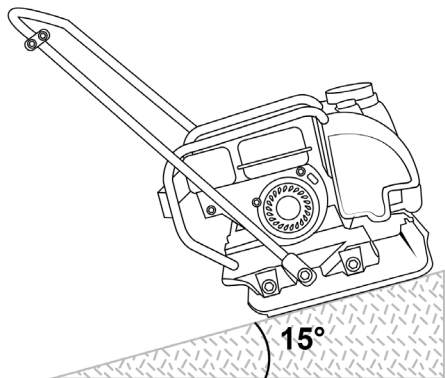

Рис. 15 Максимальный угол наклона виброплиты
10. Будьте предельно внимательны при работе на склонах. Максимальный угол наклона не должен превышать  $15^\circ$  (Рис. 15). Угол наклона измеряется, когда виброплита стоит на твердой ровной поверхности и бак заполнен топливом.